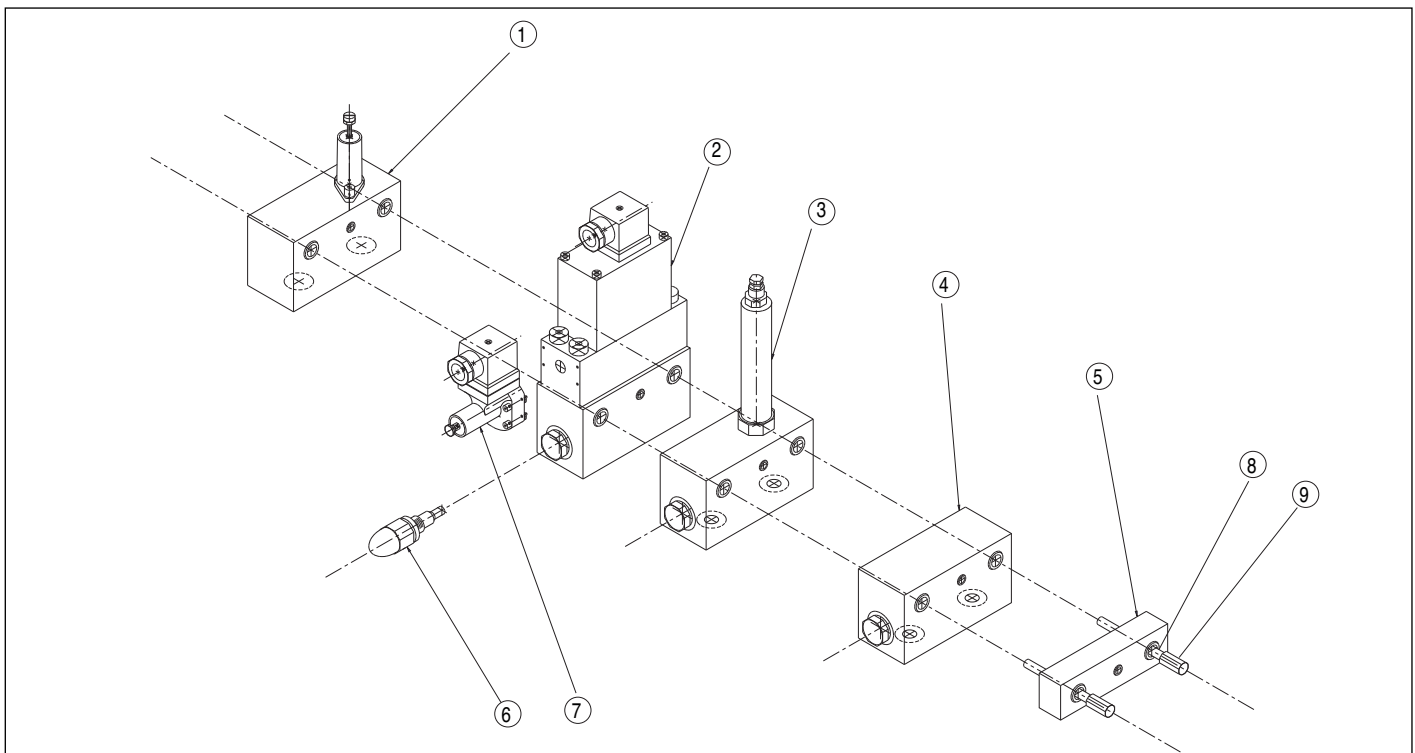

Figura 15. EJEMPLO DE UN CONJUNTO DE PILA DE VÁLVULAS
1. Sitúe el múltiple "WM10" con los pasadores fijadores de válvulas apuntando hacia arriba, (ver componente 1, figura 15). Atornille ambas varillas de conexión en el múltiple (el extremo con roscas cortas).
2. Apile las válvulas y accesorios deseados (ver componentes 2, 3, y 4, figura 15). Asegúrese de que los pasadores de fijación estén alineados con sus orificios respectivos.
3. Instale la placa extrema sobre las varillas de conexión (ver componente 5, figura 15).
4. Instale una arandela sellante sobre cada varilla de conexión (ver componente 8, figura 15).
5. Instale una tuerca de casquete de 10mm sobre cada varilla de conexión (ver componente 9, figura 15). Apriete la tuerca a 7,5 Nm (5,5 lb-pie).